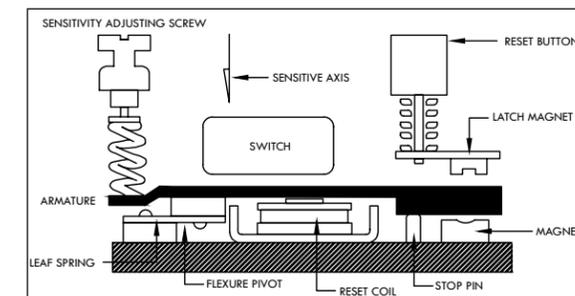
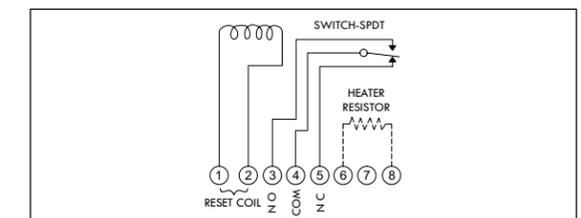

Figura A-50: Switches internos
Figura A-51: Diagrama eléctrico del switch de vibración
Haga las conexiones eléctricas necesarias al Switch de vibración. Consulte la Figura A-50 para ver la ubicación de los terminales eléctricos y la Figura A-51 para ver un diagrama eléctrico típico. Para las conexiones del interruptor de vibración en el VFD, consulte la sección "C.1.2 CONFIGURACIÓN Y PUESTA EN MARCHA PARA ABB ACH550-UH" para los modelos con motor de inducción (HFC, HFC-LS; consulte la sección "PUESTA EN MARCHA PARA ABB ACS880" para los modelos con los motores de imanes permanentes opcionales, HFC-F).
- Usar cable adecuado de un dispositivo protegido contra sobrecarga, conectar las terminales "L" del contacto del panel, ubicado en el lado izquierdo del contacto en el panel (ver Figura A-51).